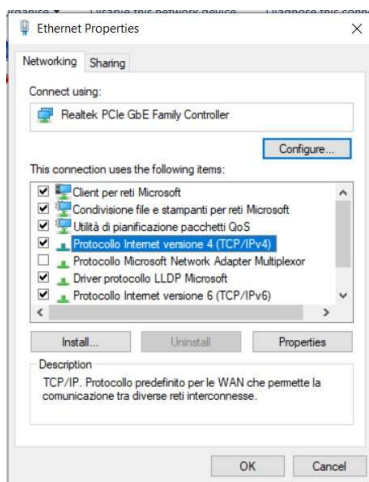
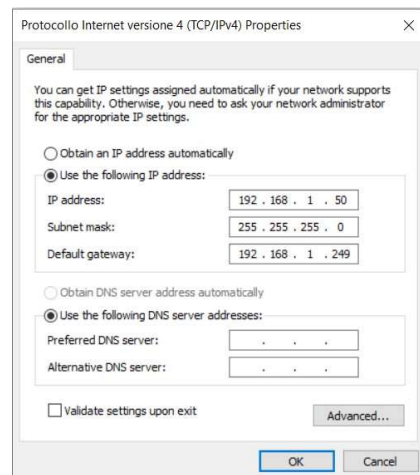

Fig. 10
Fig. 11
7. Dal menu delle proprietà Ethernet (Fig. 10), selezionare "Protocollo Internet versione 4 (TCP/IPv4)" e premere il pulsante delle proprietà. Si aprirà la seguente schermata (Fig. 11).